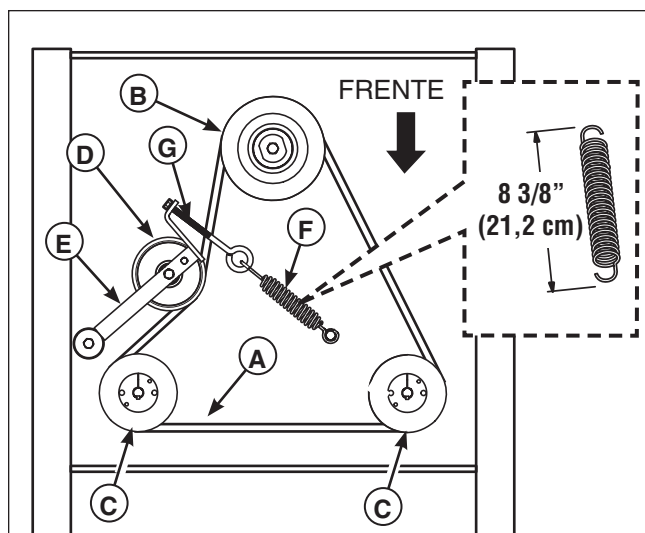

Figura 47. Reemplazo de la banda de tracción de la bomba hidráulica
4. Suelte la tuerca del perno de anilla de anclaje del resorte (G, Figura 47) para liberar la mayor parte de la tensión de la correa. Tenga precaución y retire la tuerca para liberar completamente la tensión.
6. Vuelva a instalar el perno de anilla de anclaje del resorte (G) en la lengüeta de anclaje y fije holgadamente la tuerca. Ajuste el perno de anilla de anclaje hasta lograr una medida de 8-3/8" (21,2 cm) en la parte exterior si se engancha el resorte. Apriete la tuerca.